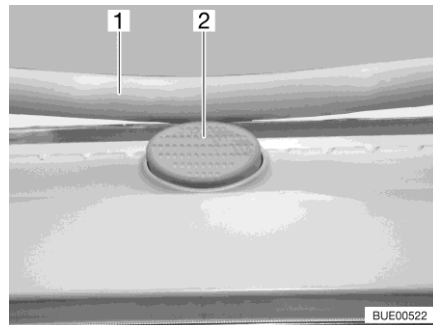

Bild 22 Låsknapp (Heki-taklucka)
- Tryck på låsknappen (Bild 22,2) och dra ner bygel (Bild 22,1) med båda händerna.
- Tryck bygel uppåt med båda händerna tills bygel ligger ovanför låsknappen (Bild 22,2).